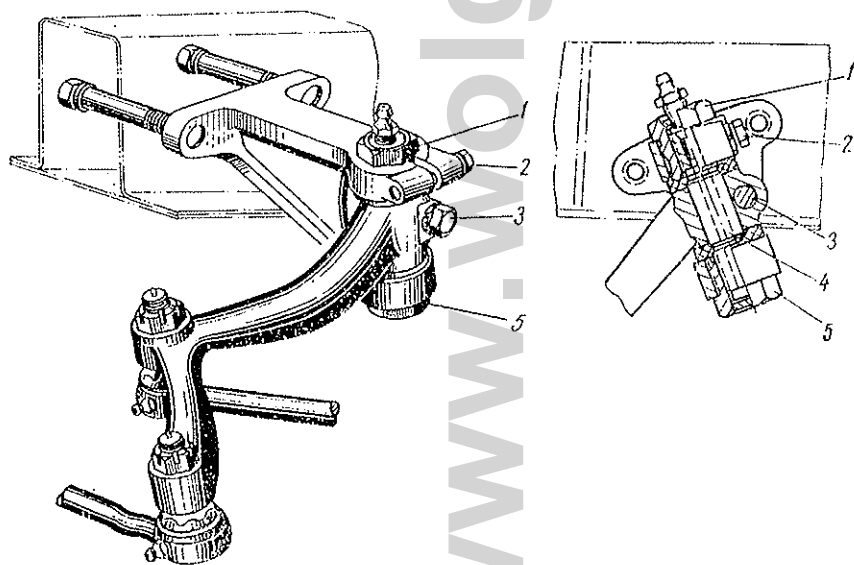

Bild 218 Einsatz des Schwinghebels:
Alle Gelenke haben gleiche Bauart. Der Schwinghebel (Bild 218) ist an einem Tragbock angeschlossen, der am rechten Rahmenlängsträger befestigt ist. Bolzen 4 des Schwinghebels ist in den Gewindebüchsen 1 und 5 drehbar. Mit dem oberen Kopf ist der Schwinghebel starr am Bolzen mit Hilfe der durch Schraube 3 angezogenen Spannklemme angeschlossen.
- 1) Anzug der Schraube 2 (siehe Bild 218) lockern;
- 3) Schraube 2 (Bild 218) stramm festziehen.